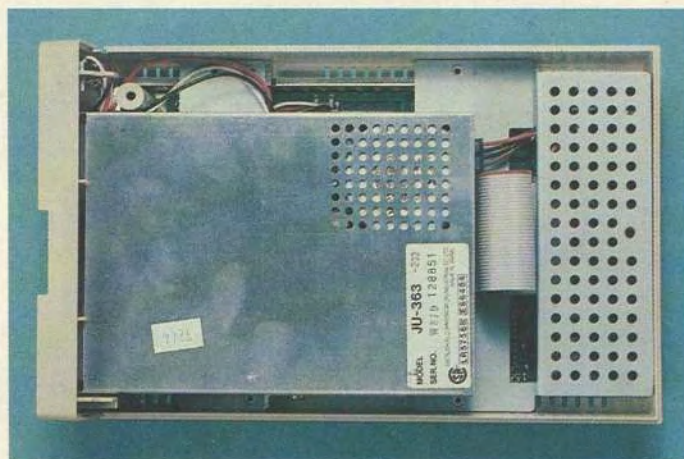
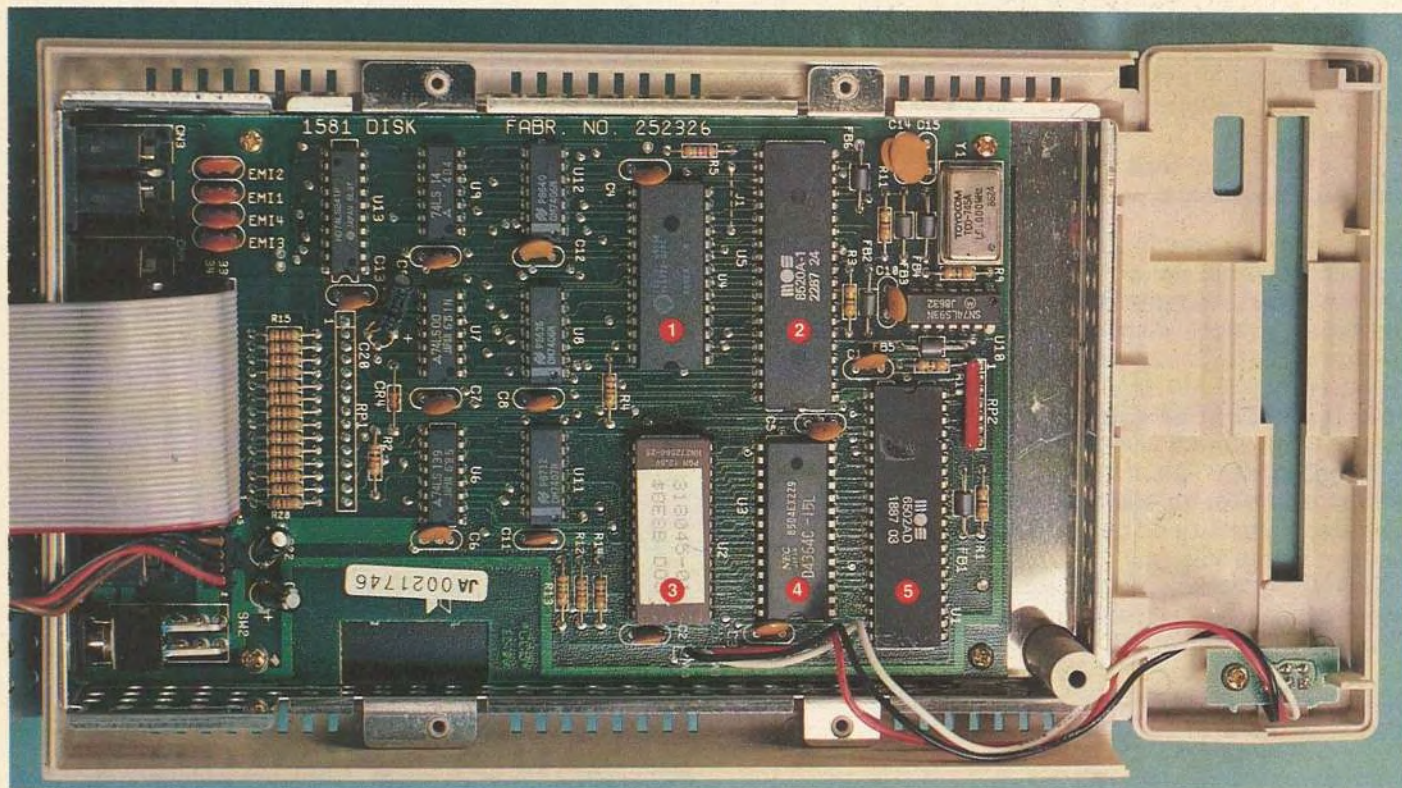

Bild 2. Die 1581, geöffnet von oben. Die Elektronik wird von dem 3 1/2-Zoll-Laufwerk vollkommen verdeckt.
Bild 3. Die Elektronik-Platine der 1581. Die einzelnen Bauteile sind gekennzeichnet, und zwar:
Zuerst soll uns das Innenleben der 1581 interessieren. Schrauben wir sie also auf (Bild 2 und 3). Die Elektronik erkennt man erst, nachdem das Laufwerk entfernt wurde. Wie Sie sehen, sind die wichtigen Bauteile auf der Platine bezeichnet (Bild 3). Dabei handelt es sich um den Mikroprozessor 6502A (5), ein RAM 4364 mit 8 KByte Speicherkapazität (4), das 32-KByte-EPROM mit dem DOS der 1581 (3), einen CIA 8520A (2) und den Diskcontroller WD 1772 (1). Für jeden, der die Floppy 1571 schon einmal offen gesehen hat, ist unschwer zu erkennen, daß der Aufbau der 1581 sehr viel einfacher und demzufolge auch preiswerter und weniger störanfällig ist.